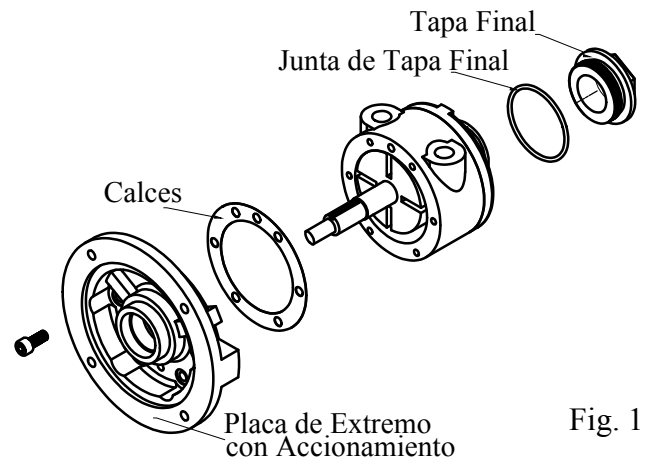

Fig. 1
2. Utilice la llave de tamaño adecuado para retirar cuidadosamente la tapa del motor con aproximadamente 25 par ft-lb. A continuación, retire la junta de la tapa. Consulte la fig. 1.
4. Extraiga la placa de extremo. Consulte la fig. 1.